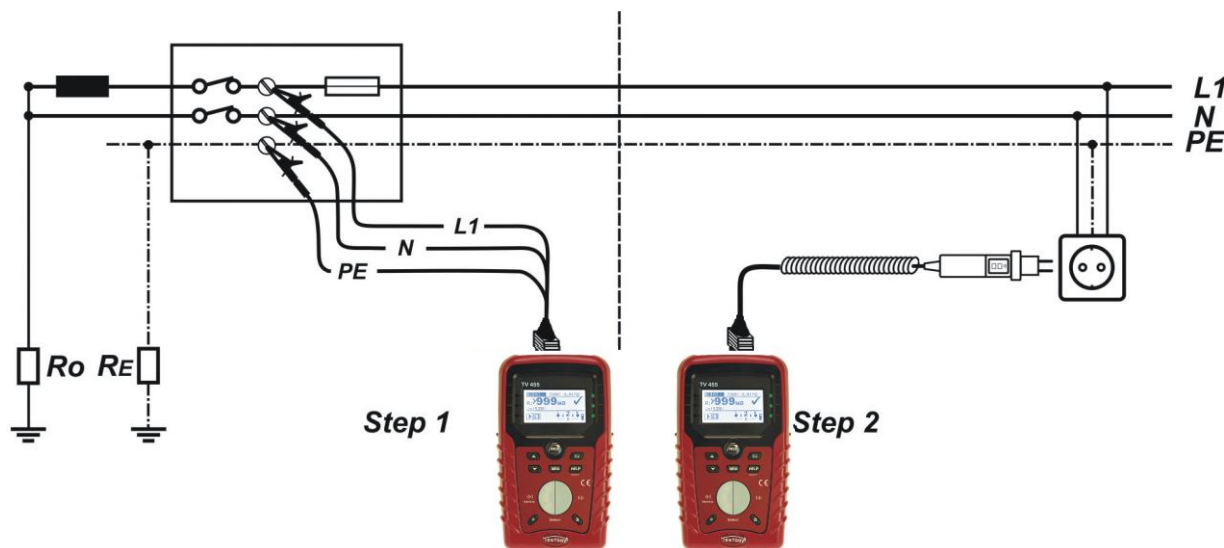

Figura 5.30: Misura della caduta di tensione fase-neutro o fase-fase - collegamento del commutatore a spina e del puntale a 3 fili
- **Collegare** i puntali all'origine dell'impianto elettrico (vedere figura 5.30).
- **Collegare** i puntali ai punti testati (vedere figura 5.30).